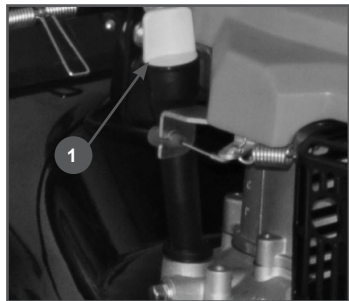

Рис. 10 Замена моторного масла
5. Осторожно открутите крышку-щуп 1 (Рис. 10) маслозаливной горловины, протрите его насухо и отложите в сторону.